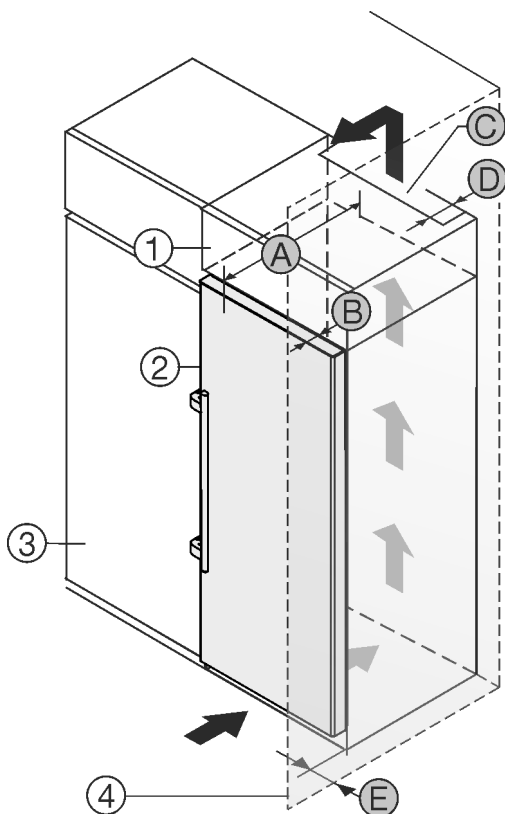

Fig. 2
Můžete přístroj nainstalovat přímo vedle kuchyňské skříňky Fig. 2 (3).\*
Na zadní straně nástavné skříňky musí být větrací šachta hluboká Fig. 2 (D) přes celou šířku nástavné skříňky.\*
Pod stropem místnosti musí být dodržen ventilační průřez Fig. 2 (C).\*
Když přístroj instalujete závěsy vedle stěny Fig. 2 (4), musí být vzdálenost mezi přístrojem a stěnou minimálně 57 mm . To odpovídá přesahu madla při otevřených dvířkách.\*
Aby bylo možné dvířka plně otevřít, musí přístroj přesahovat o hloubku dvířek Fig. 2 (B) vůči přední linii kuchyňské skříňky. V závislosti na hloubce kuchyňských skříněk Fig. 2 (3) a použití vymezovačů odstupu od stěny může přístroj vyčnívat dále.\*